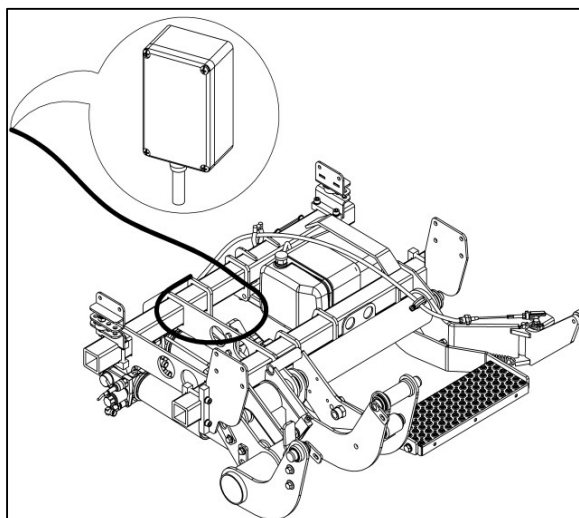

Fig. 17
- Pase el cable de la unidad de control para la conexión del interruptor de servicio al área de carga del vehículo (Fig. 17).